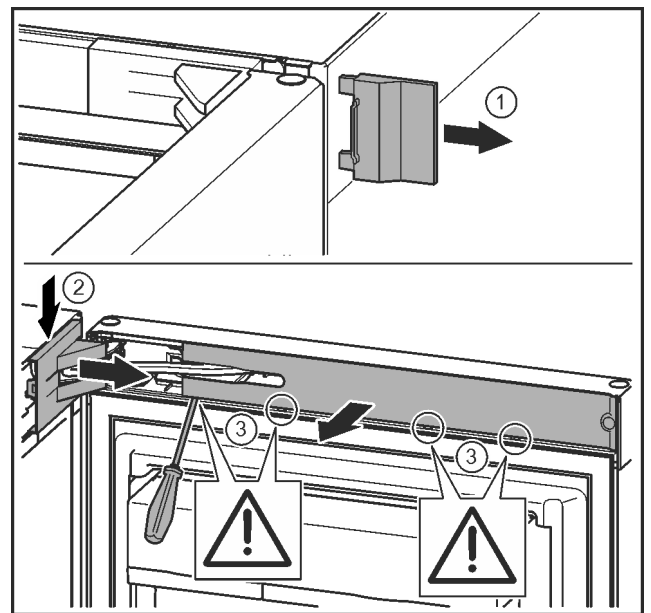

Fig. 9
► Зніміть зовнішню кришку. Fig. 9 (1)
► Звільніть і ослабте кришку опорного кронштейна. Зніміть кришку опорного кронштейна. Fig. 9 (2)
- За допомогою шліцевої викрутки звільніть від фіксатора та поверніть убік накладку. *Fig. 9 (3)*